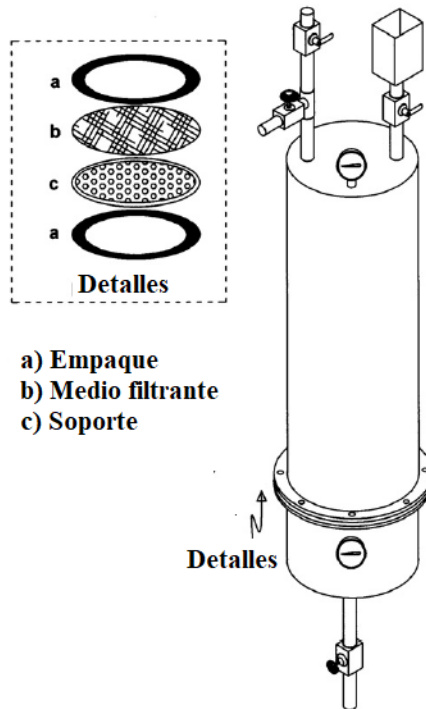

Figura 12. Celda de filtración a presión constante (Valderrama-Bravo et al., 2012)
- 1) Se realizaron filtraciones de agua en una celda de filtración cilíndrica (ver figura 12) que tiene un radio de $r = 33 \text{ cm}$ y opera a $\Delta P = 2 \text{ kg}_f/\text{cm}^2$, en la cual se forma una precapa de $\frac{2}{16} \text{ in}$ usando tierra diatomea como ayuda filtro.